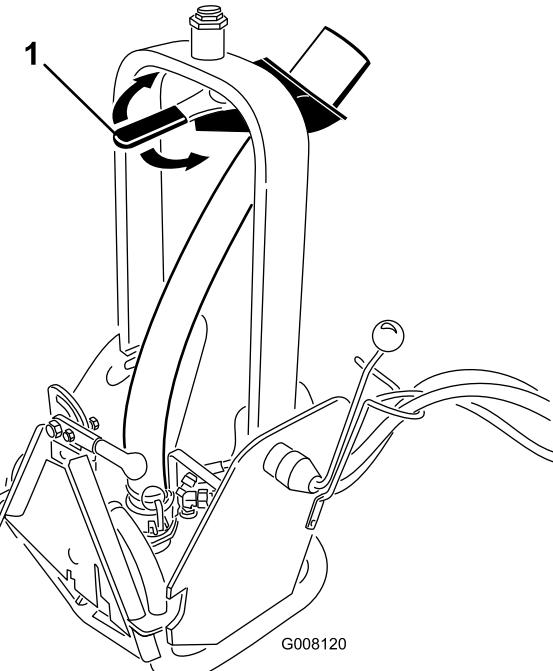

Figura 7
2. Per regolare la direzione del flusso, ruotate la maniglia dell'ugello (Figura 7) nella posizione opportuna.
**Nota:** È possibile aumentare o diminuire la resistenza dell'ugello della maniglia (Figura 7) regolando la coppia di serraggio sul dado grande in cima alla torretta girevole.